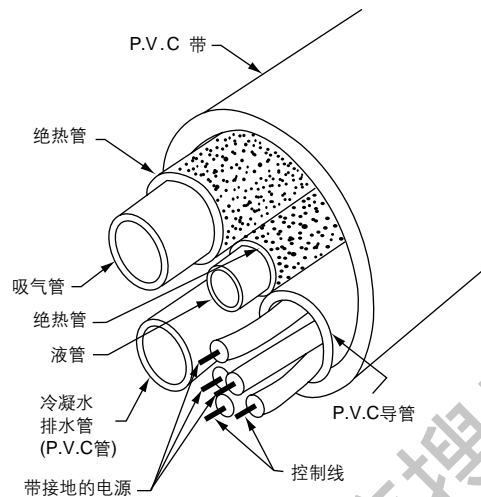
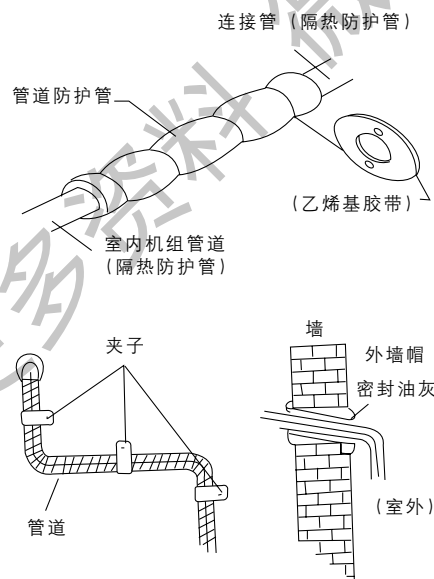

图15
图16
5. 连接管、连接线和排水管安装完毕后，用带子将铜管、电线和排水管（查看当地规定是否允许捆绑）每隔100~200mm绑束起来。要确保排水管在管束的底部（见图15）。用夹子等将管道固定在外墙上。用密封物等将外墙和管道之间的缝隙封上以防止进雨水和风（见图16）。